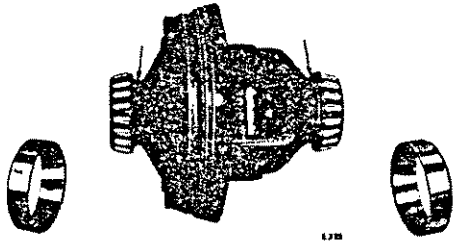

Abb. 68 Differential und Lager
Den Differentialträger aus dem Gehäuse nehmen und die Lager (74), Abb. 69, abziehen. Die Beilagscheiben (73) entfernen und die Stärke sowie Stellung eines jeden Beilagscheibensatzes merken. Die Beilagscheiben sind auf der Abb. 68 dargestellt.